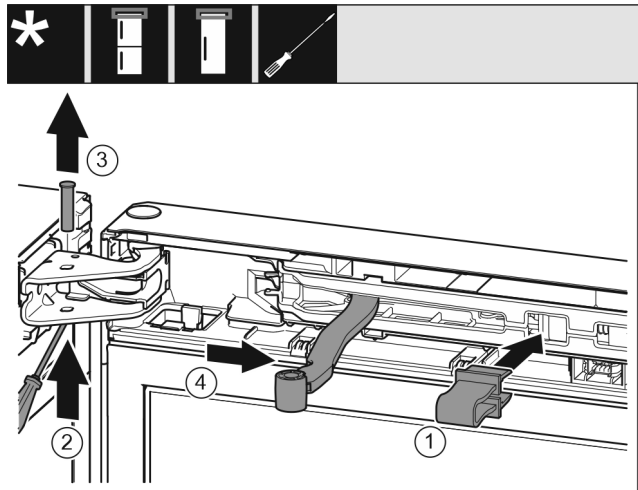

Fig. 9
▶ Sicherung in Öffnung einrasten. Fig. 9 (1)
▶ Bolzen mit Schraubendreher herauschieben. Fig. 9 (2)
▶ Bolzen nach oben herausnehmen. Fig. 9 (3)
▶ Gelenk in Richtung Tür drehen. Fig. 9 (4)